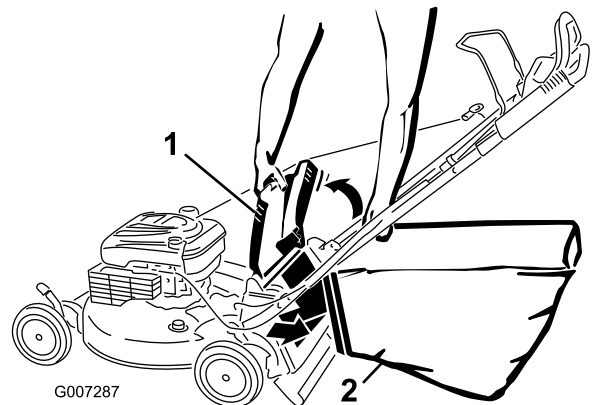

Figura 24
4. Cuelgue el extremo superior delantero de la bolsa de las muescas (Figura 24).